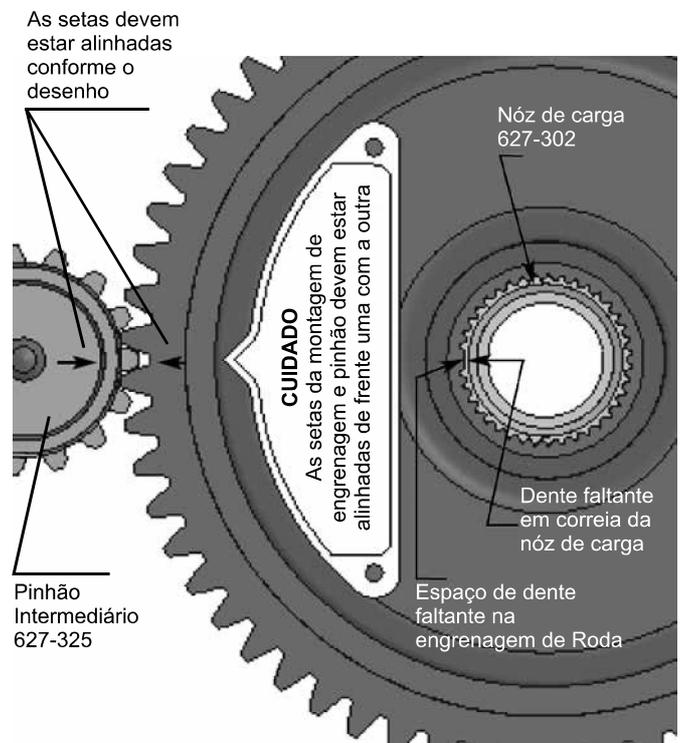

Figura 20. Engrenagem não circular
**OBSERVAÇÃO:** Estas peças têm suas chavetas encaixadas de tal maneira que só ficarão juntas de um único modo. Ver Figura 20.
3. Verifique a operação do ciclo das engrenagens girando o pinhão quatro (4) vezes completas; a engrenagem da nóz de carga girará uma (1) vez completa e as flechas estarão novamente alinhadas conforme mostrado. Caso as flechas não se alinhem ou haja uma ligação entre os dentes da engrenagem, repita os passos acima.